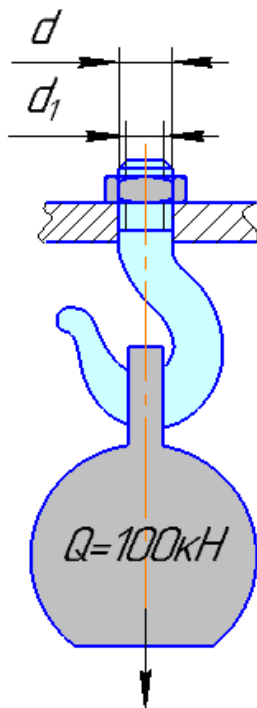

Рисунок 4 – Иллюстрация к кейс-задаче 4
4. **Определить оптимальный диаметр резьбовой части хвостовика грузового крюка** для силы  $Q=100$  кН. Гайку заворачивают, но не затягивают (рисунок 4). **Материал крюка подобрать самостоятельно (используя предоставленную справочную литературу)** из сталей, прочностные характеристики которых выше стали 30. Предельно-допустимое напряжение при растяжении стали 30  $[\sigma_p] = 125$  МПа.